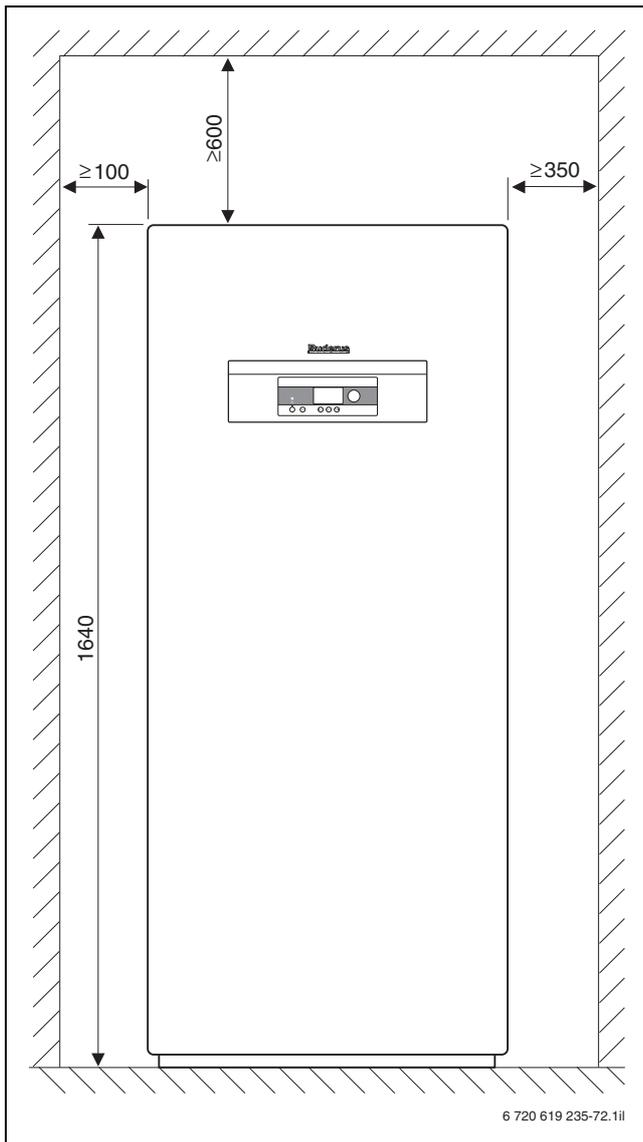
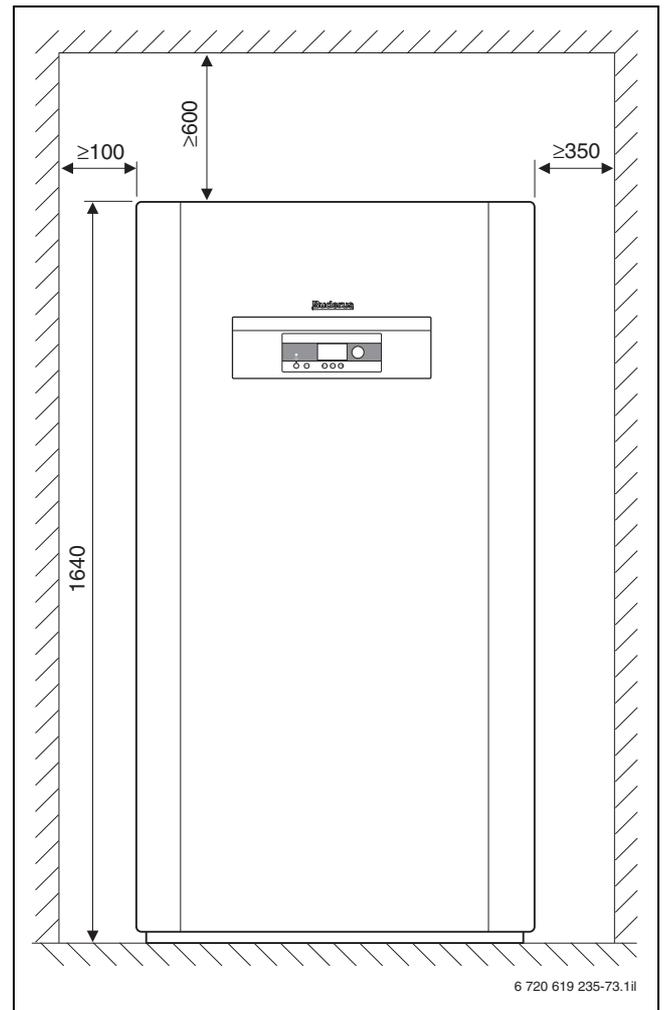

Bild 37 Mindestabstände der Wärmepumpen Logatherm WPS 22 und WPS 33-1 (Maße in mm)
Bild 38 Mindestabstände der Wärmepumpen Logatherm WPS 43 – 60 (Maße in mm)
- Aufstellmaße (\rightarrow Bild 37 und Bild 38)